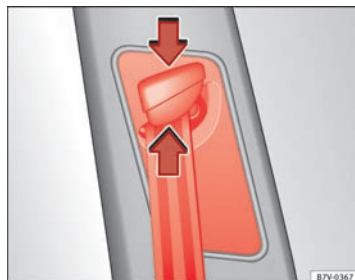

Fig. 15 Accanto ai sedili anteriori: regolazione in altezza della cintura.
- Mantenere premuto il dispositivo guida nella direzione indicata dalla freccia ⇒ **fig. 15.**